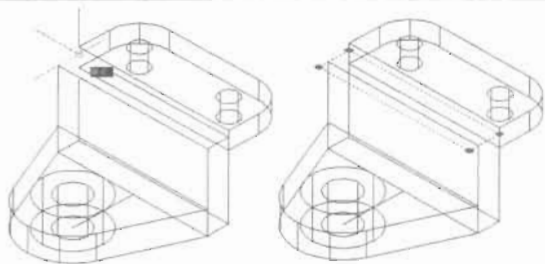

图 15-86
指定基点或 [位移(D)] <位移>: //捕捉如图 15-86 所示的端点
(8) 以如图 15-86 (左) 所示的端点为起点, 绘制一个 50×10 的矩形, 如图 15-86 (右) 所示, 命令执行过程如下。